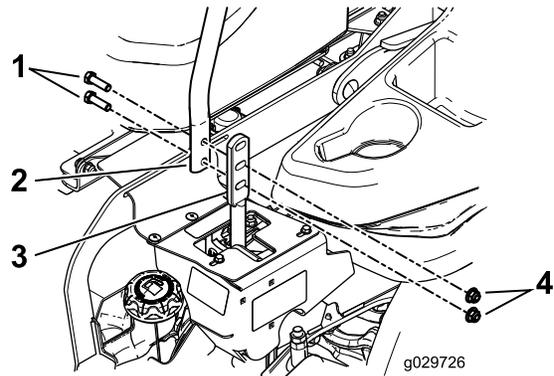

Figura 86
3. Afloje los pernos y las tuercas con arandela prensada de las palancas (Figura 86).